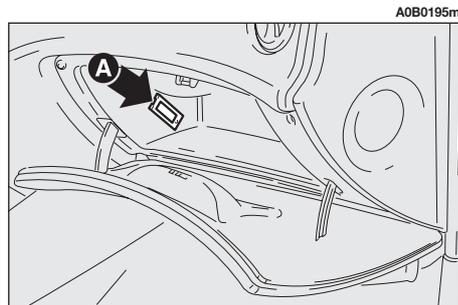

fig. 61
– Estrarre la plafoniera spingendo con un cacciavite sulla linguetta (**A-fig. 61**).